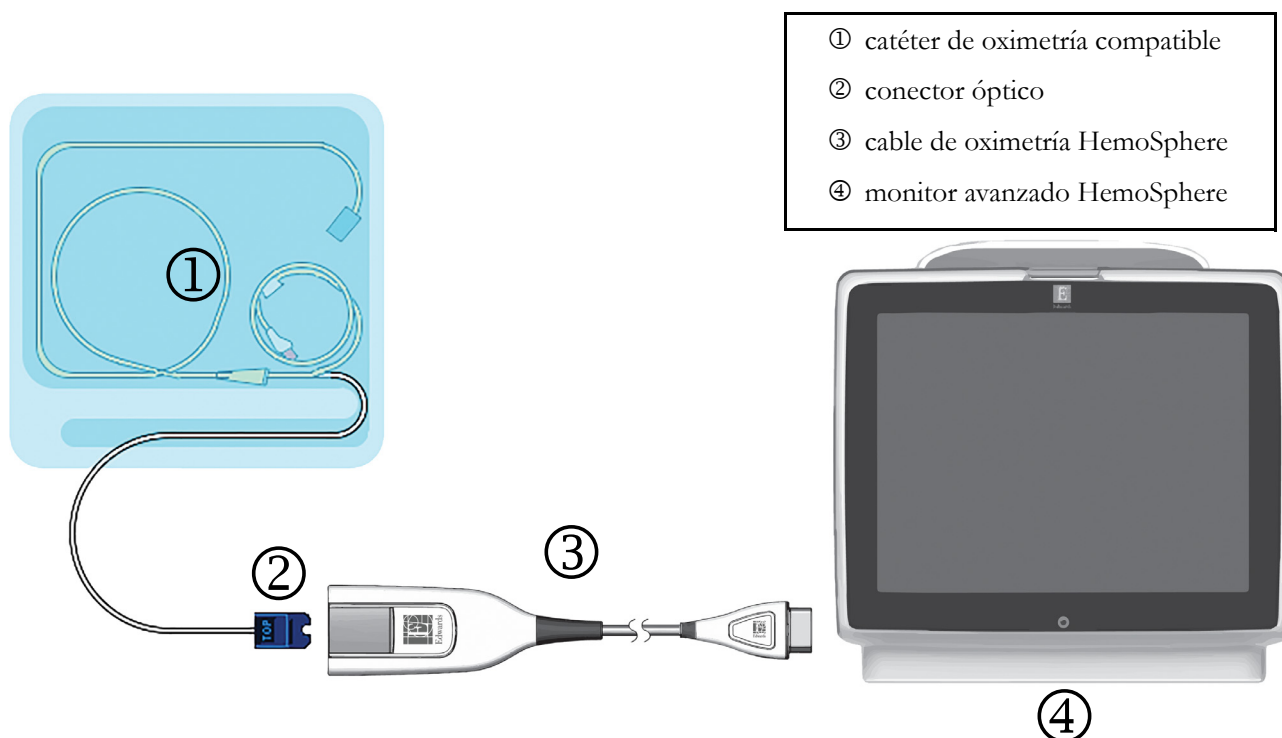

Figura 4-2 Descripción general de la conexión de oximetría
- 1 Conecte el cable de oximetría HemoSphere al lado izquierdo del monitor avanzado HemoSphere. Consulte la figura 4-2.